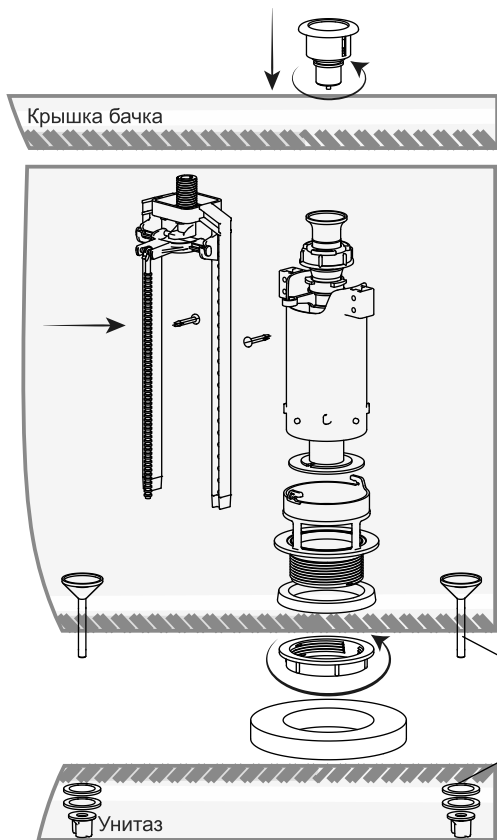

Рис.1
Установка клапана спускного (Рис. 1)
- Наденьте на корпус седла (16) прокладку (14). Установите в сливное отверстие бачка и закрепите гайкой (15). Установите прокладку между бачком и унитазом (Рис. 1).
- Установите клапан сливной в седло (16).